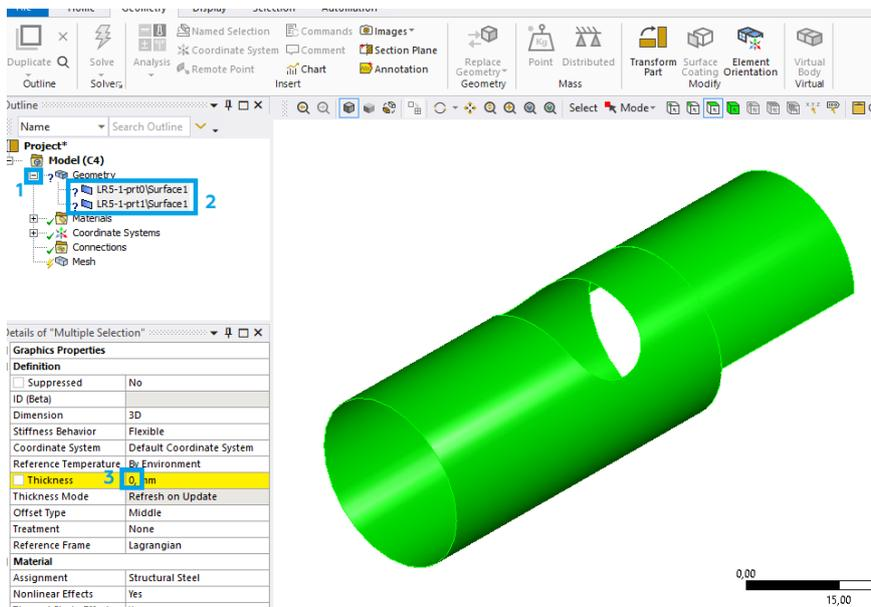

Рис. 17. Задание толщины оболочки
15.2. В открывшемся окне раскрываем вкладку **Geometry (1)**, выделяем все поверхности (2) и задаём толщину (3) 0,2 мм (рис. 17).